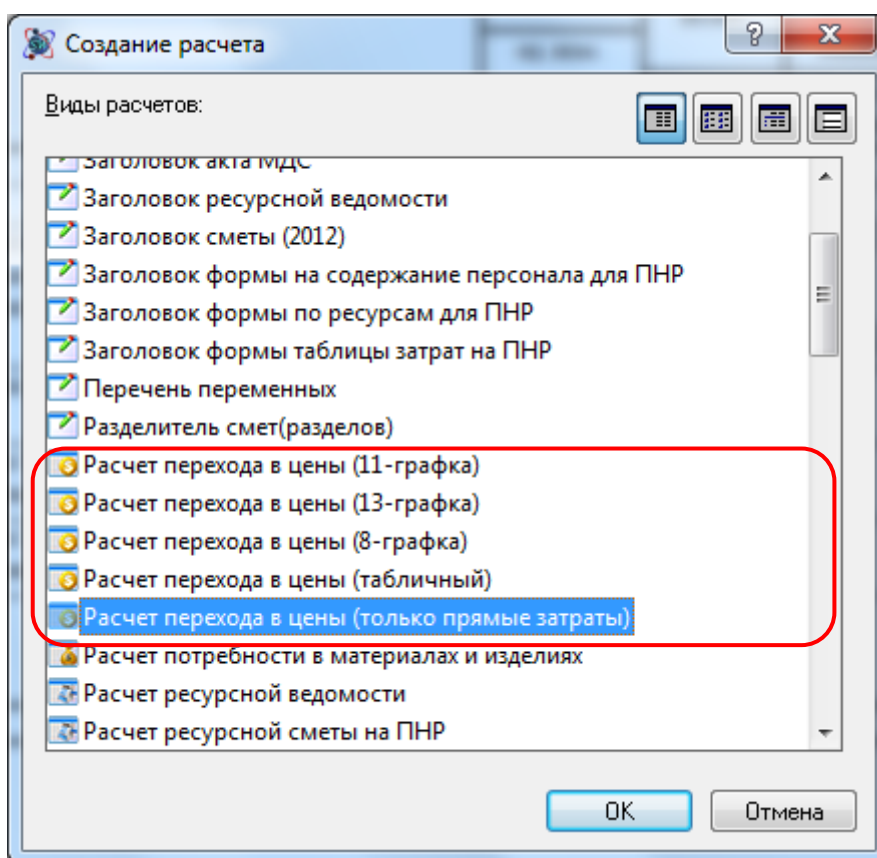

Рис. 3.14 Диалоговое окно Создание расчета
3. В диалоговом окне *Создание расчета* (рис. 3.14) выбрать нужный вид расчета перехода в цены, например, Расчет перехода в цены (только прямые затраты) и нажать на кнопку ОК;